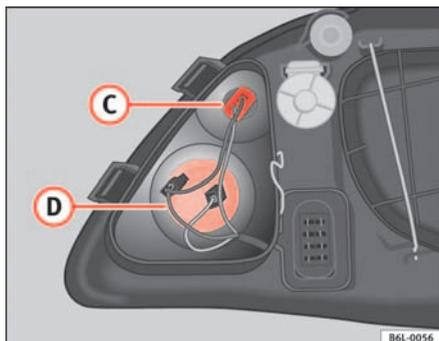

Abb. 155 Standlicht
- An den Kabeln ziehen, um die Lampenfassung aus ihrer Aufnahme ③ ⇒ Abb. 155 zu entfernen.